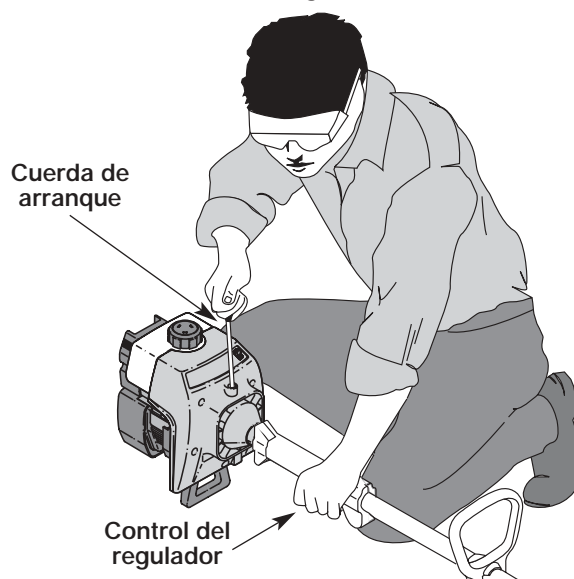

Fig. 8
**ADVERTENCIA:** Evite los arranques accidentales. Colóquese en posición de inicio cuando tire de la cuerda de arranque (Fig. 8). El operador y la unidad deben estar en una posición estable al arrancar la unidad para evitar graves lesiones personales.
5. Con la unidad en posición de arranque (Fig. 8), apriete el control de aceleración a la posición abierta (aceleración completa). Tire la cuerda de arranque 5 veces vigorosamente mientras permanece en la posición de obturación **COMPLETA (A |—|)** position. Si el motor intenta funcionar antes del quinto tirón, proceda al paso 6.
7. Tire de la cuerda de arranque rápidamente de 1 a 3 veces para arrancar el motor (Fig. 8).
1. Saque la mano del control del regulador (Fig. 8). Deje enfriar el motor en marcha en vacío.